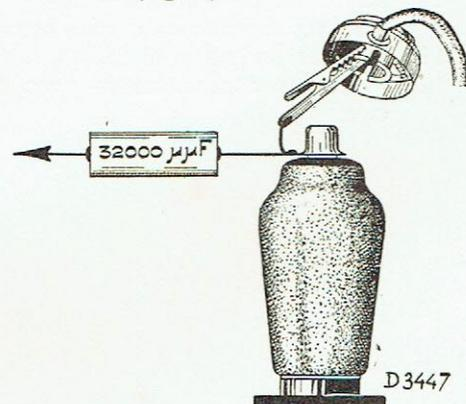

Fig. 5.
5. Appliquer un signal modulé de 468 Kc à travers 32.000  $\mu\mu\text{F}$  sur la première grille de L2 (fig. 5).
7. Appliquer un signal modulé de 468 Kc à travers 32.000  $\mu\mu\text{F}$  à la quatrième grille de L1 (fig. 5).